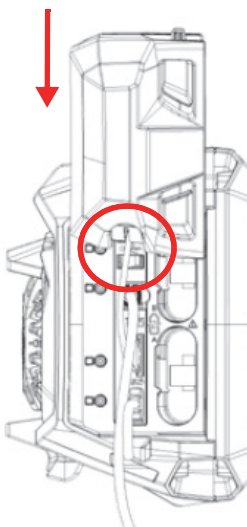

Рис. 2-11 Сдвиг дверцы вниз по выровненным кабелям
3. Убедитесь, что кабели выровнены в слоте дверцы отсека, и сдвиньте дверцу вниз. (Рис. 2-11 на стр. 41).